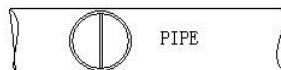

图 3-5 管材测量示
- 2) 保持探头探测面上声垒材料线与管材中轴线垂直，如图 3-5 所示